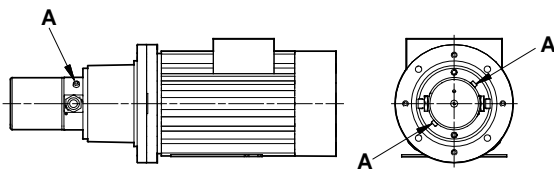

Fig. 4 Bujões de purga
1. **Purga:** Antes de arrancar com a bomba, afrouxe os bujões de purga "A", veja a fig. 4. Quando a água começar a sair pelo orifícios a bomba está cheia com água. Volte a apertar os bujões.